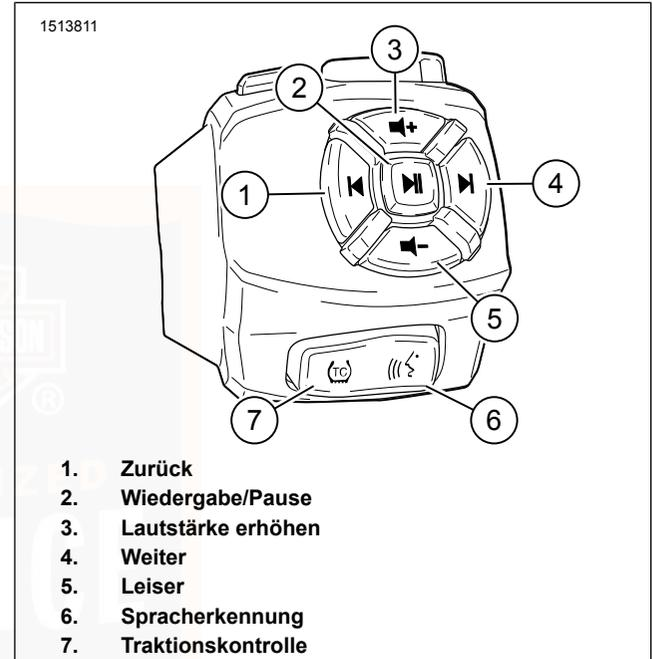

Abbildung 31. RHCM – unten
Siehe Abbildung 31. Die „Zurück“-Taste (1) drücken, um die vorherige Mediendatei auszuwählen.
Siehe Abbildung 31. Die „Weiter“-Taste (4) drücken, um die nächste Mediendatei auszuwählen.
Siehe Abbildung 31. Die „Wiedergabe/Pause“-Taste (2) drücken, um die aktuelle Mediendatei wiederzugeben oder anzuhalten.
Siehe Abbildung 31. Die „Lautstärke erhöhen“-Taste (3) drücken, um die Lautstärke zu erhöhen.
Siehe Abbildung 31. Die „Lautstärke verringern“-Taste (5) drücken, um die Lautstärke zu verringern.
Siehe Abbildung 31. Die Spracherkennungstaste (6) aktiviert die Spracherkennungsfunktionen an einem angeschlossenen Mobilgerät.
Siehe Abbildung 31. Die Traktionskontrolltaste (7) aktiviert und deaktiviert das Traktionskontrollsystem.
Siehe Abbildung 29 und Abbildung 31 .
Siehe Abbildung 31. Die Spracherkennung kann verwendet werden, um einen Anruf über IM vorzunehmen. Die Spracherkennungstaste drücken und den Befehl in ein angeschlossenes Headset sprechen.
Siehe Abbildung 31. Der Spracherkennungsschalter (6) aktiviert Spracherkennungsfunktionen auf einem angeschlossenen Gerät (sofern unterstützt). Bei angeschlossenen Headset den Spracherkennungsschalter drücken. Sprechen Sie den gewünschten Befehl in das Mikrofon der Sprechgarnitur.